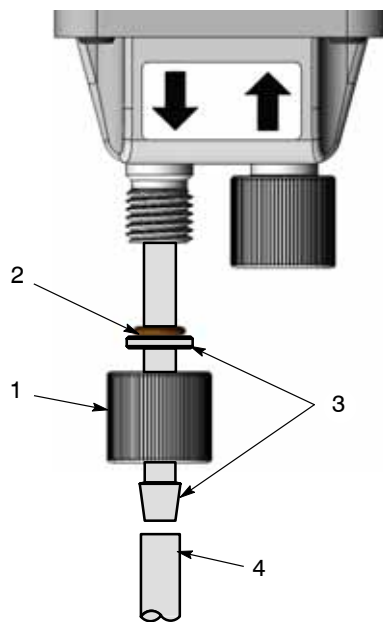

Figura 5 Conexión del tubo flexible a la bomba
1. Ver la figura 5. Extraer de la bomba la tuerca de retención posterior (salida) (1) y la junta tórica (2).
2. Instalar la junta tórica (3) en el adaptador de tubo (3) y subirla hasta que entre en contacto con el saliente del adaptador.
5. Dejar caer el tubo flexible de polvo (4) por el extremo dentado del adaptador.